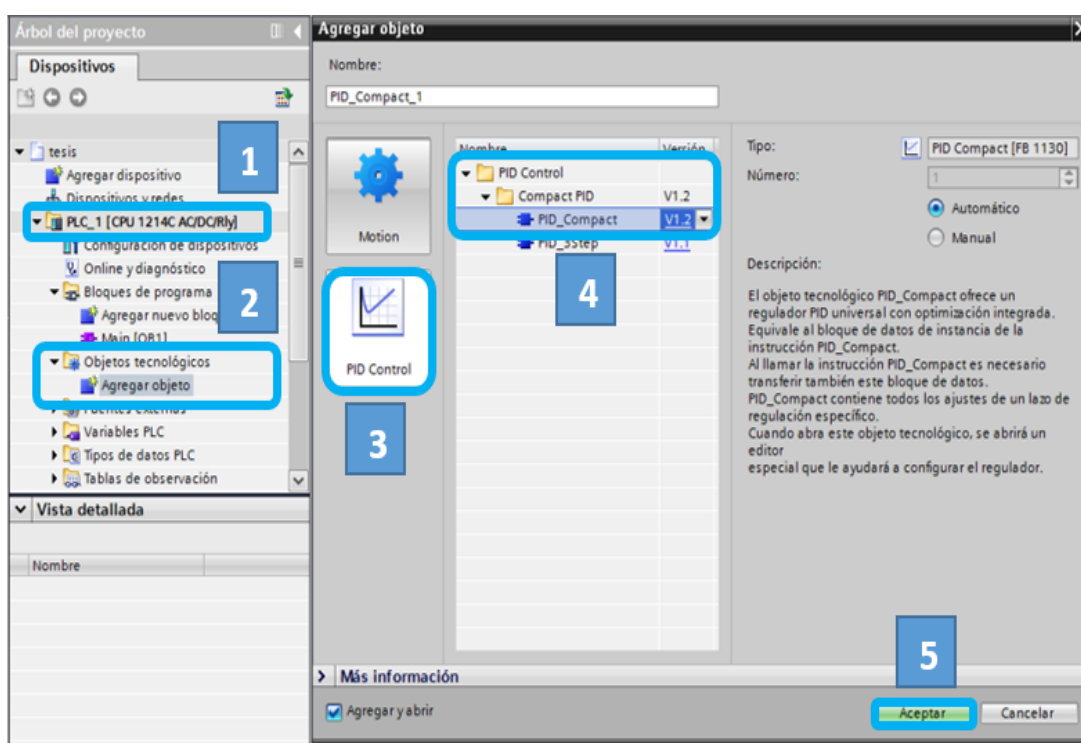

Figura 2.41: Agregar un objeto PID.
1. Dirigirse a la carpeta PLC/Objetos Tecnológicos, dar doble clic en Agregar Objeto, elegir PID Control, dar clic sobre PID_Compact y dar clic en aceptar como se indica en la figura 2.41.